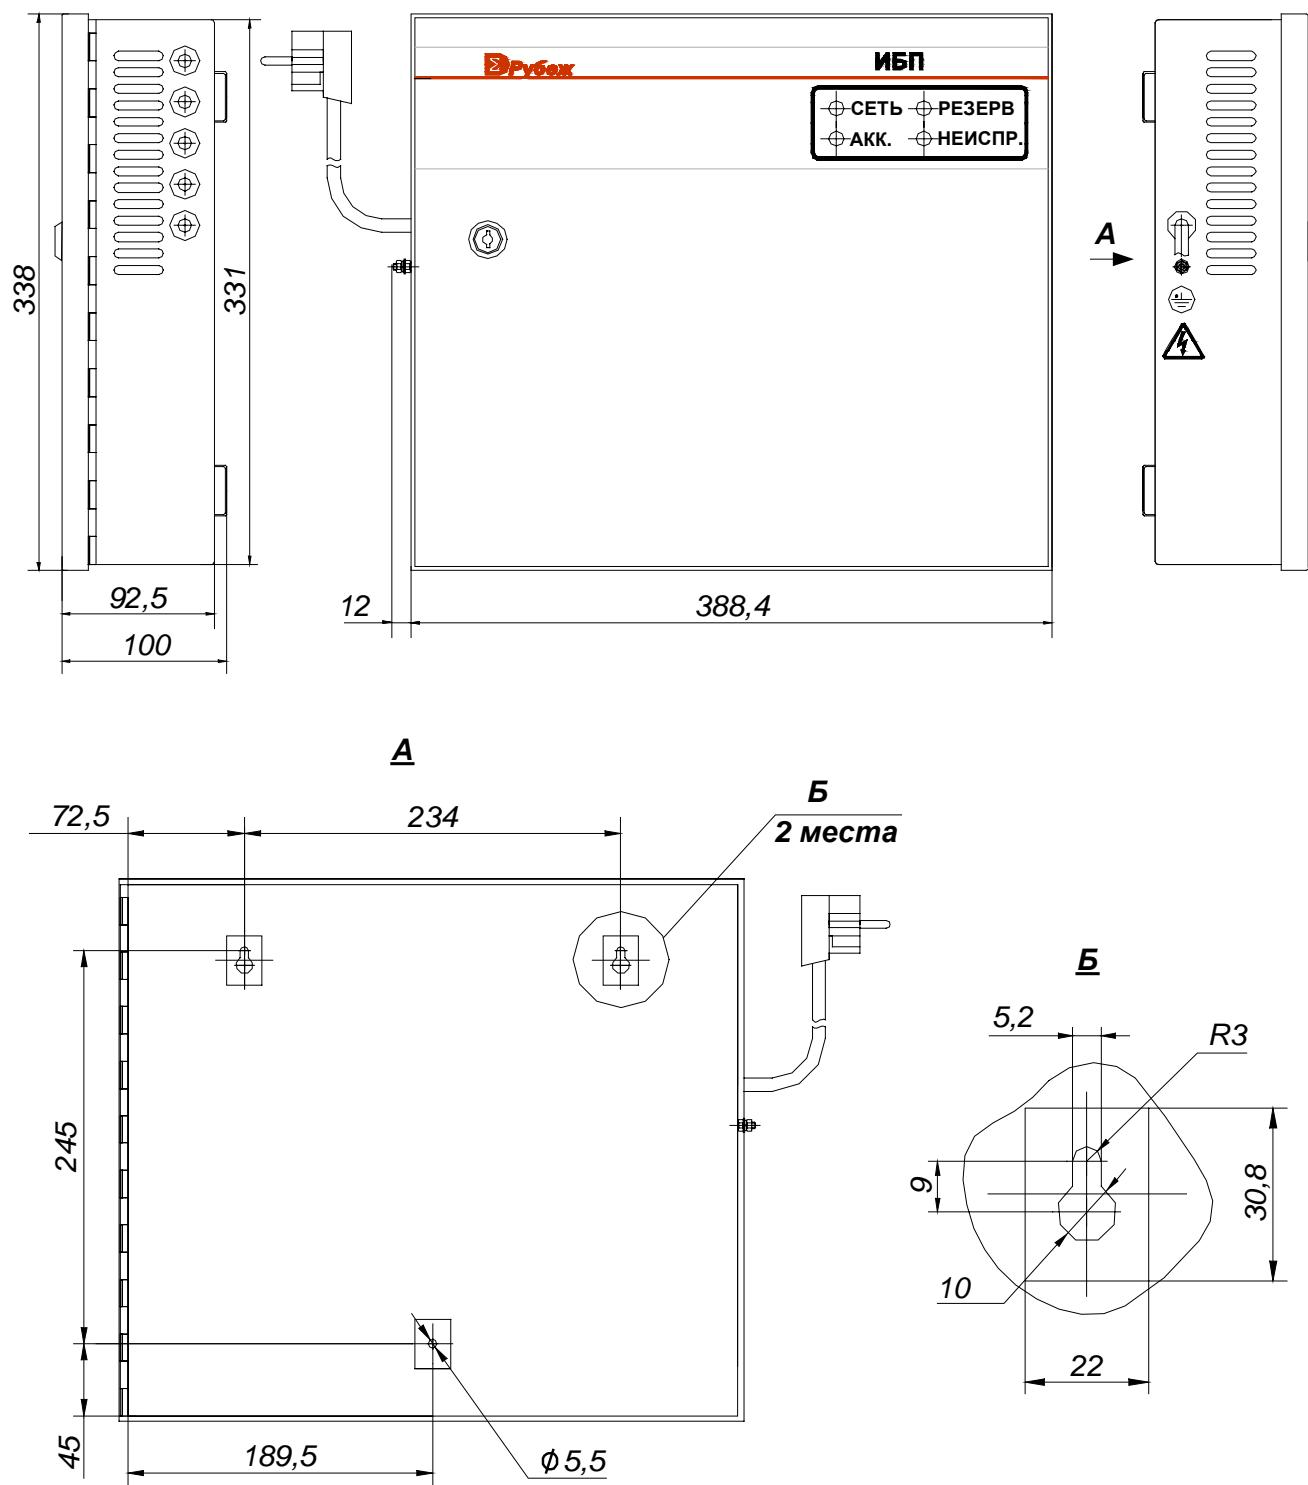
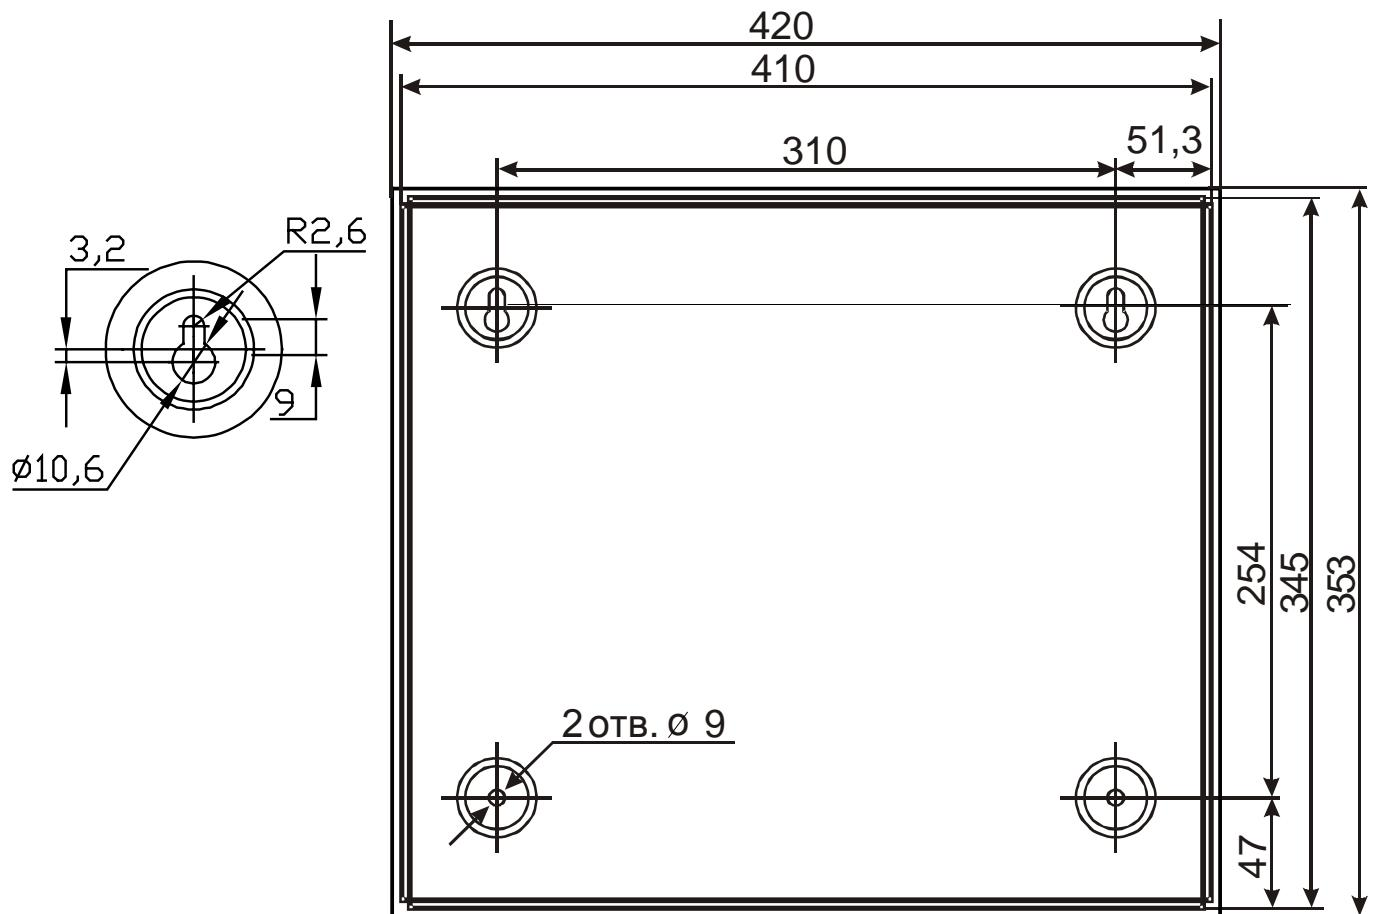

Рис. 9 Присоединительные размеры ИБП 1200/2400 исп. 1
Рис. 10 Присоединительные размеры ИБП 1200/2400 исп. 2
- 6.4.1 На месте установки ИБП крепится к стене или другим конструкциям в вертикальном положении. При установке необходимо следить за тем, чтобы не были закрыты вентиляционные отверстия другими устройствами или блоками. Присоединительные размеры ИБП-1200/2400 исп. 1, исп. 2 приведены на Рис. 9, Рис. 10 – в зависимости от вариантов исполнения.